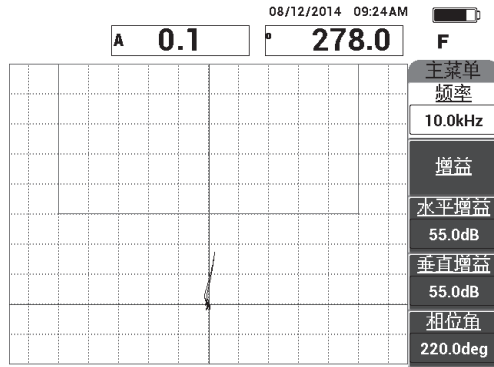

图 6-24 脱粘缺陷的扫查信号
3. 慢慢地在其中一个 13 毫米脱粘缺陷上扫查，然后按**冻结**键（）（参见第 130 页的图 6-24）。